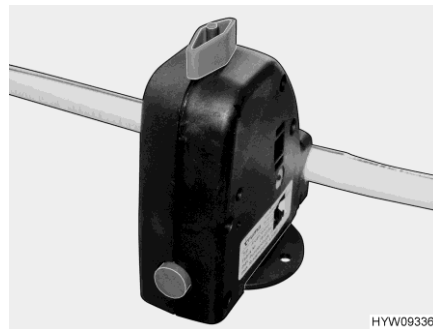

Bild 131 Sicherheits-/Ablassventil
- Das Sicherheits-/Ablassventil (Bild 131) öffnen. Dazu den Drehknopf (Bild 131) längs zum Sicherheits-/Ablassventil drehen.